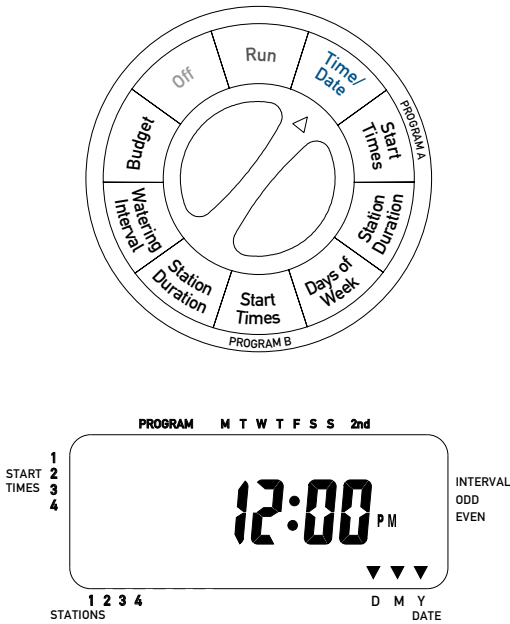

Figura 1: pantalla LCD con información circundante
- Aparecerá 12:00 P.M. en la pantalla con tres flechas que indican el año, el mes y el día. [Ver la Figura 1]